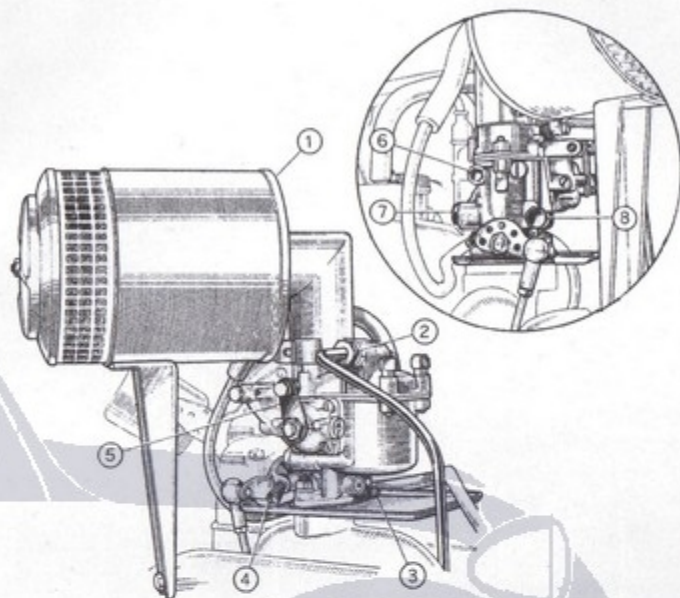

Fig. 198. - Regolazione del carburatore Solex.
- La velocità del motore a marcia lenta si fa variare per mezzo di una vite 4 (fig. 198) che limita la chiusura della farfalla del carburatore.